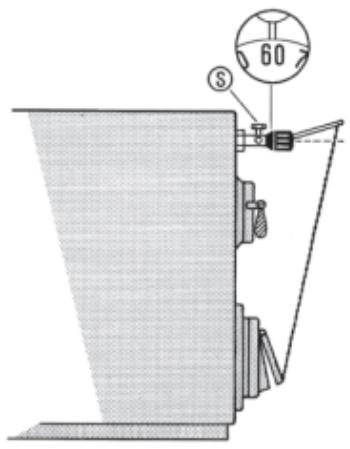

Fig. 1:
Bei **waagerechtem Einbau** muss die Sechskantschraube (S) senkrecht nach oben zeigen. Für die Einregulierung gelten die **roten Zahlen** und die **rote Marke** (vgl. Fig. 1).
When **installed horizontally**, the hexagon screw (S) must point upwards. For control in this position, the **red figures** and the **red mark** are used (Fig. 1).
Pour le **montage horizontal**, la vis 6 pans (S) occupe une position verticale. Les **chiffres et les repères rouges** servent au réglage (Fig. 1).
Set required flow temperature using the knob. Allow the boiler to heat up slowly until the set temperature is reached. Arrange the lever arm so that short section with the bore for the chain **points to the front, lies approximately horizontal (dotted line in Figs. 1 and 2) and is positioned as precisely as possible over the chain mounting point.**
La température du départ désirée est réglée à l'aide du bouton de réglage ; monter progressivement la température de la chaudière jusqu'à ce que la température affichée soit atteinte. A partir de ce moment, le levier peut être positionné horizontalement et verticalement, de façon à ce que la section la plus courte, portant le trou de fixation de la chaînette, soit dirigée **vers l'avant dans une position approximativement horizontale (ligne discontinue fig. 1 et 2)**, de sorte qu'elle soit alignée avec la fixation de la porte de tirage. Ce réglage effectué, immobiliser en serrant la vis de fixation (2). Veiller à ce que la vis prenne appui sur une face plate et non sur un angle du levier. En dernier lieu, régler la chaînette de telle sorte que la porte d'aération maintienne une ouverture d'environ 1 mm au moment où la température affichée est atteinte.